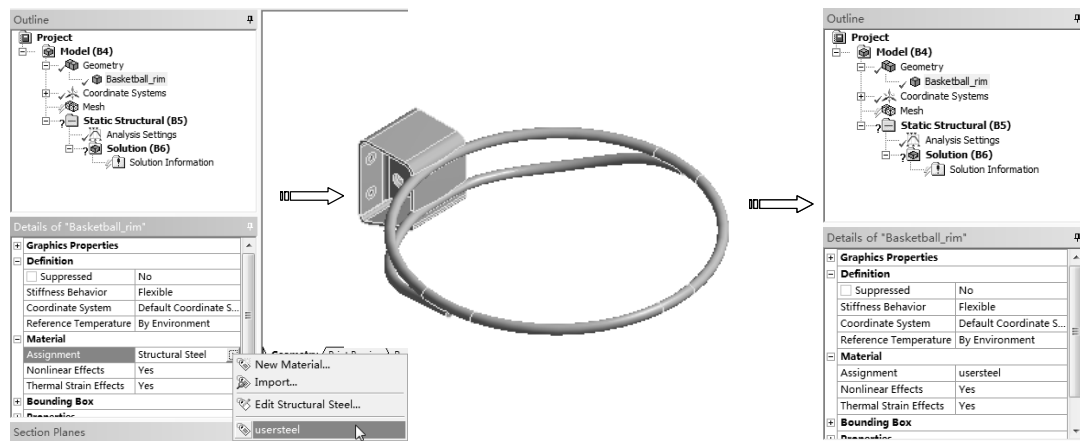

图 7-24 设置篮圈材料
3) 在窗口左侧【Outline (分析树)】中单击【Geometry】节点下的【Basketball rim】，此时在【Details of “Basketball_rim” (参数列表)】显示模型参数。单击【Material】节点下的【Assignment】选项，然后单击  按钮，选择【usersteel】，如图 7-24 所示。